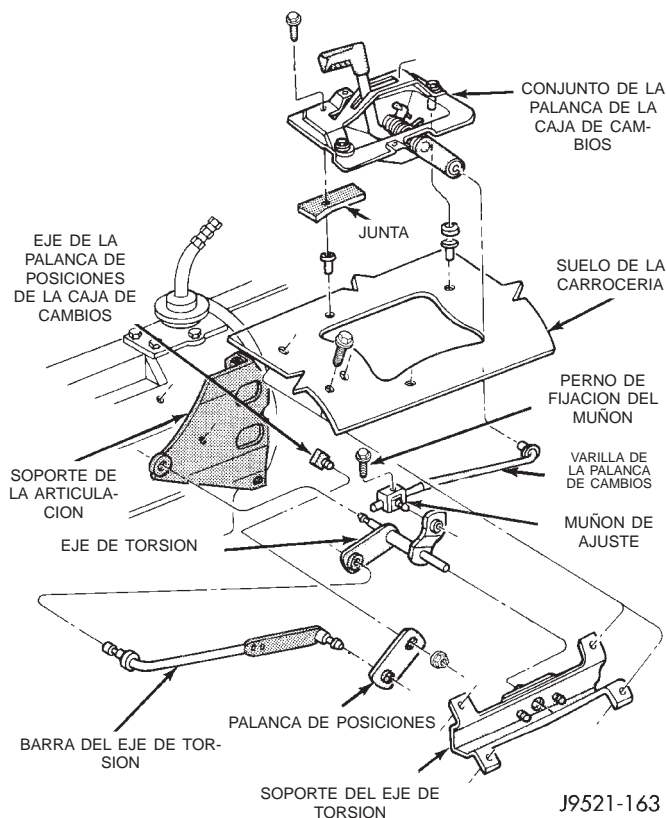

Fig. 97 Articulación de la palanca de cambios
- (1) Pase la caja de cambios a la posición 4L.
- (2) Eleve el vehículo.
- (3) Afloje el perno de fijación situado en el muñón de ajuste (Fig. 97).
- (4) Asegúrese de que la varilla de la articulación se deslice libremente por el muñón. Limpie la varilla y pulverice con lubricante si fuera necesario.
- (5) Verifique que la palanca de posiciones de la caja de cambios se encuentre perfectamente acoplada en la posición 4L.
- (6) Apriete el perno de fijación del muñón de ajuste.
- (7) Baje el vehículo.